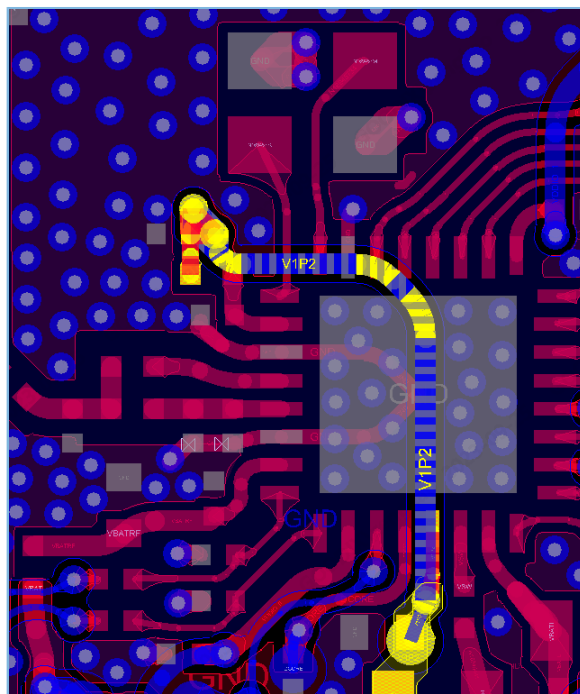

图 3-14 RF输入电源参考布局和走线
- 从 VREG 网络到 VDD_RF 引脚的走线，需注意避免穿过 RF 走线参考层，而建议直接从芯片 E-PAD 投影区域穿过，如图 3-14 所示。